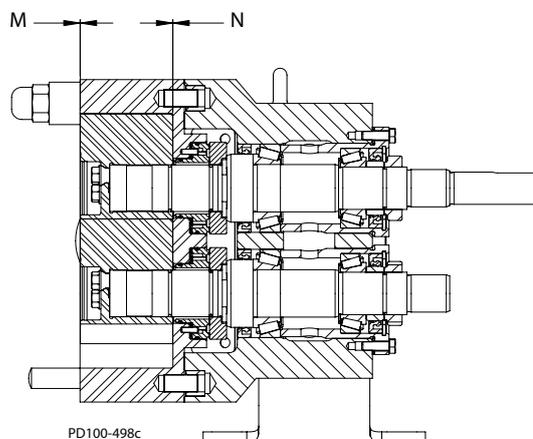

Figura 59 - Medir Folga
5. Verifique a folga resultante da face traseira e da face frontal (itens M e N em Figura 59). Ajuste os calços conforme necessário.